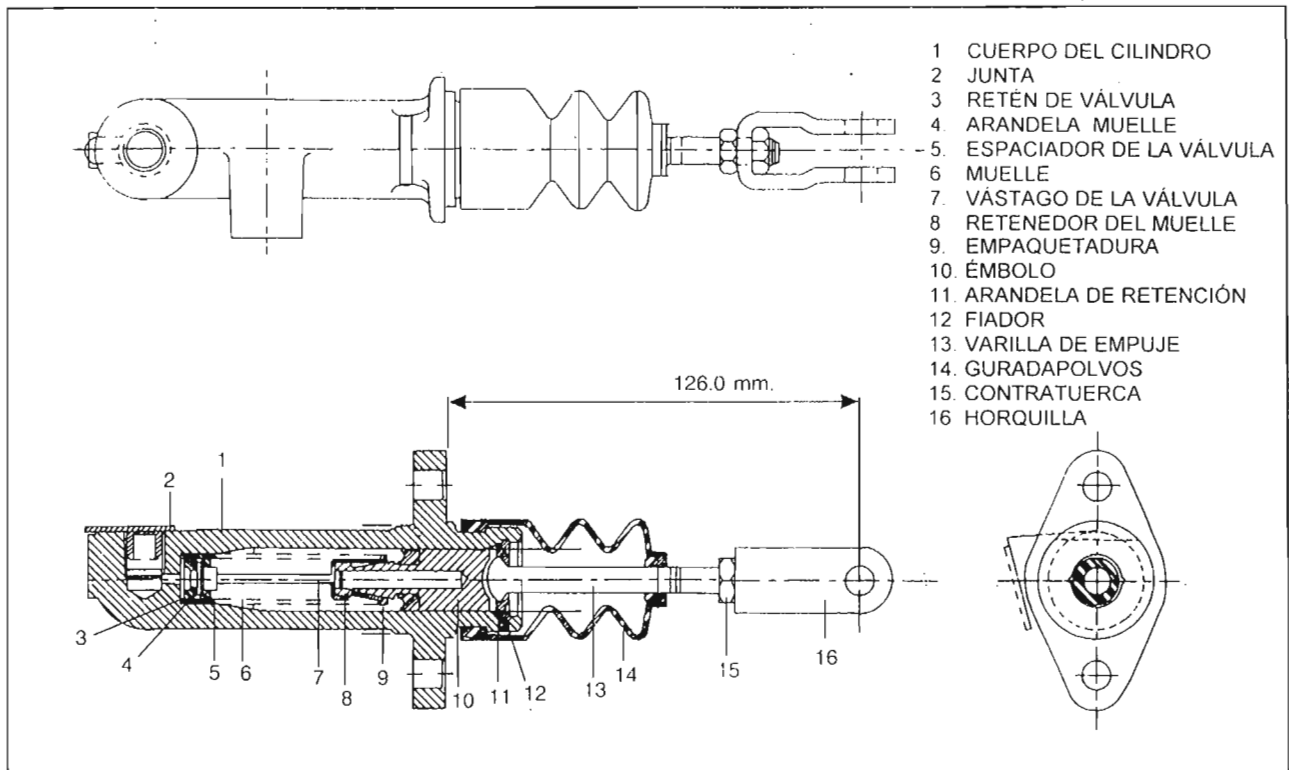

Fig. 6 Cilindro maestro
9A. DESENSAMBLAJE DEL CILINDRO MAESTRO (Fig. 6)
9B. INSPECCIÓN Y ENSAMBLAJE DEL CILINDRO MAESTRO (Fig. 6)
- Asegúrese antes de instalar el cilindro maestro del embrague en la pared cortafuegos que la distancia de 126mm desde el centro del orificio en la horquilla de la varilla de empuje hasta la cara de la brida del cilindro maestro este bien ajustada (Fig. 6).